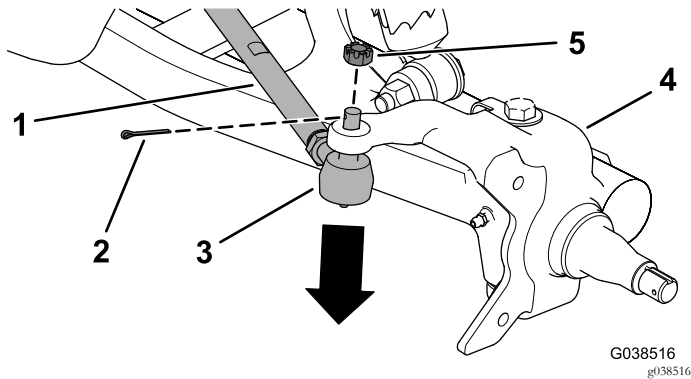

Figure 8
8. Retirez la goupille fendue et l'écrou hexagonal fendu de la rotule de biellette de direction, et détachez la biellette de la fusée (Figure 8).
4. Montez la biellette de direction sur la fusée à l'aide de l'écrou hexagonal fendu et de la goupille fendue (Figure 8).